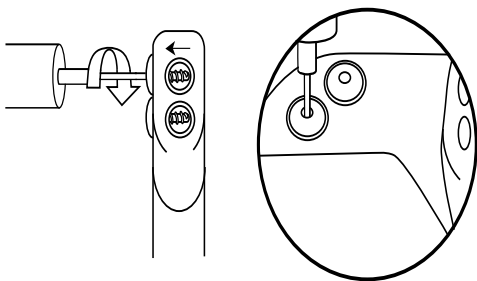
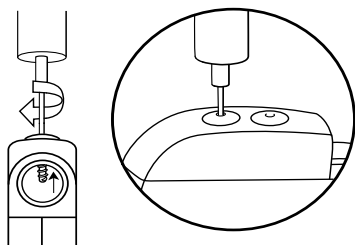

Figura 1.
Figura 2.
1. Inserte la llave de torsión/hexagonal en el ojal bisecado como se muestra en la Figura 1 y Figura 2. La llave de torsión/hexagonal deberá dejarse insertada en cada ojal distal hasta que el cable esté sujeto. Esto elimina el "efecto émbolo" (dificultad a la hora de insertar el cable debido a la compresión del aire atrapado en la entrada del conector) permitiendo la salida de aire atrapado al insertar el cable. La junta de goma del conector mantiene la llave de torsión/hexagonal en posición.